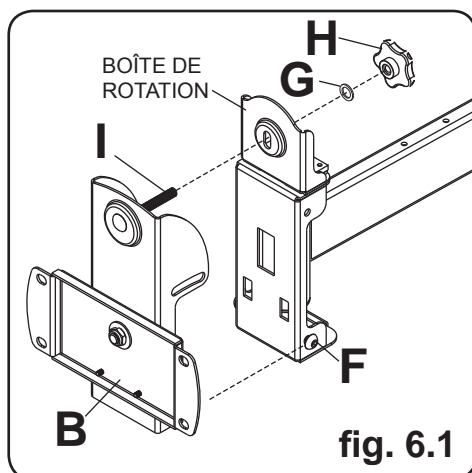

fig. 6.1
- 6** Insérez deux vis M10 (F) dans la boîte de rotation du bras articulé (C) comme illustré. Laissez environ ¼ po de filetage exposé.
- 6-1** Accrochez le support inclinable et rotatif (B) à des vis M10 (F). Insérez le boulon de carrosserie (I) dans la fente de la boîte de rotation comme illustré à la figure 6.1. Posez la rondelle en nylon (G) et la molette de réglage de l'inclinaison (H).